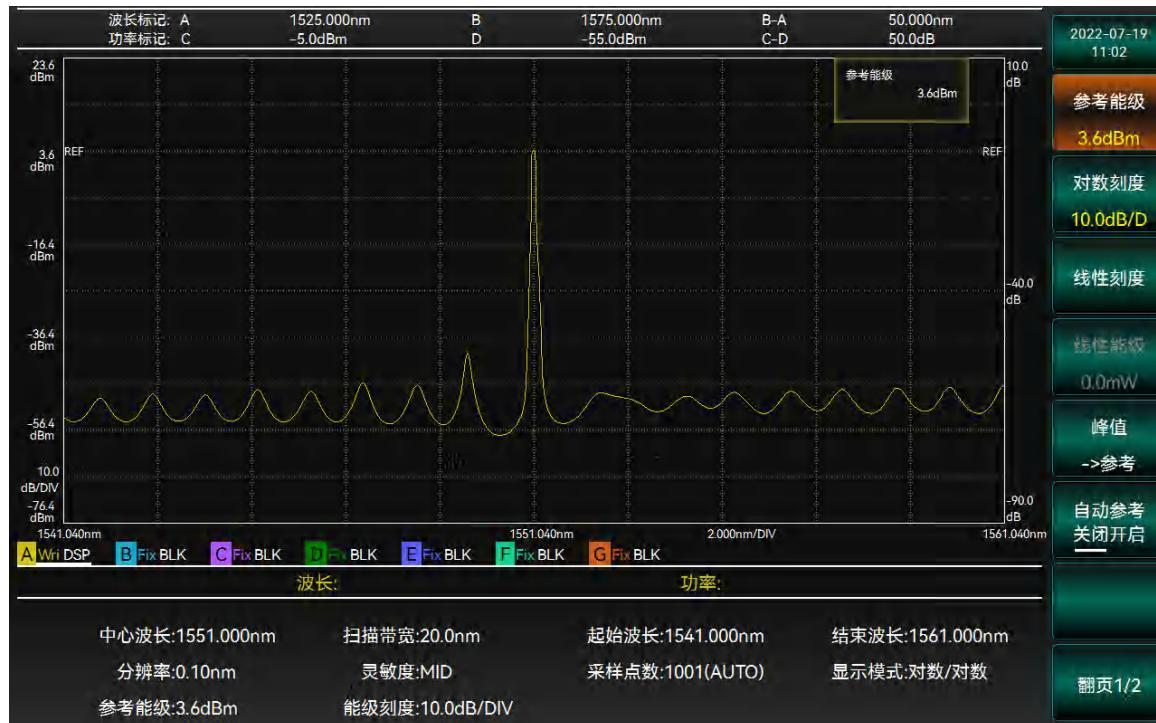

图 3-19 能级菜单界面
- 选择【参考能级】，通过旋钮或者数字键输入能级值，完成设置。操作界面如图 3-19 所示。